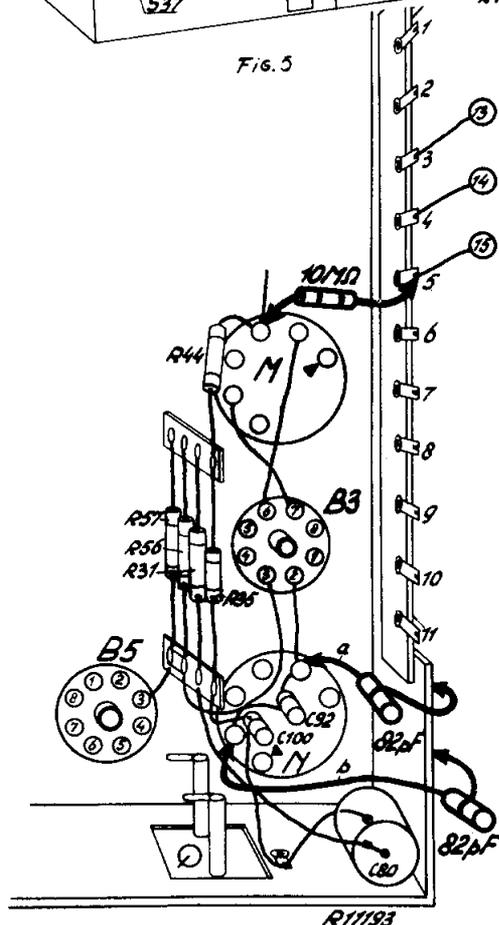

Fig. 6
3. Het punt tussen C64 en R44 via een weerstand van 10 Ohm aansluiten op de klem voor negatieve rooster spanning van het trilleregregaat als in fig. 6 is weergegeven.
5. Condensator van 33 pF tussen de aftakking van spoel S53 + S54 en chassis aansluiten als weergegeven in fig. 6 door: a.
7. De condensator van 33 pF nu aansluiten tussen de aftakking van de spoel S55 + S56 en chassis als weergegeven door b. in fig. 6.